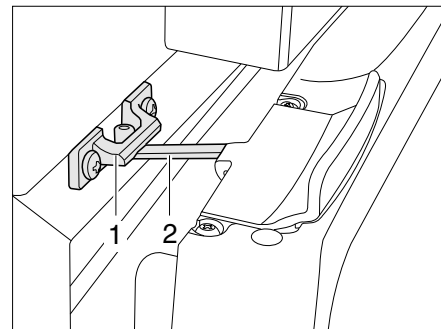

Fig. 343 Porta del frigorifero in posizione di ricircolo d'aria (Thetford)
- Aprire il bloccaggio (Fig. 343,2) e innestarlo nella sede di bloccaggio (Fig. 343,1). In questo modo la porta del frigorifero rimane ferma in posizione socchiusa.